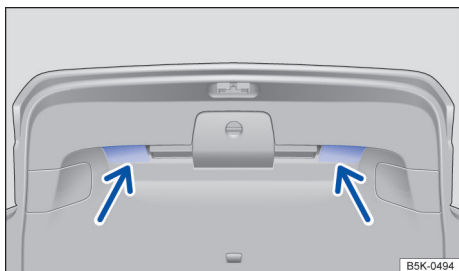

Fig. 65 Tampa do compartimento de bagagem aberta: rebaixas para fechar.
- Puxar a tampa do compartimento de bagagem pela alça do revestimento interno → **Fig. 65** com impulso para baixo, de modo que se encaixe na fechadura → .